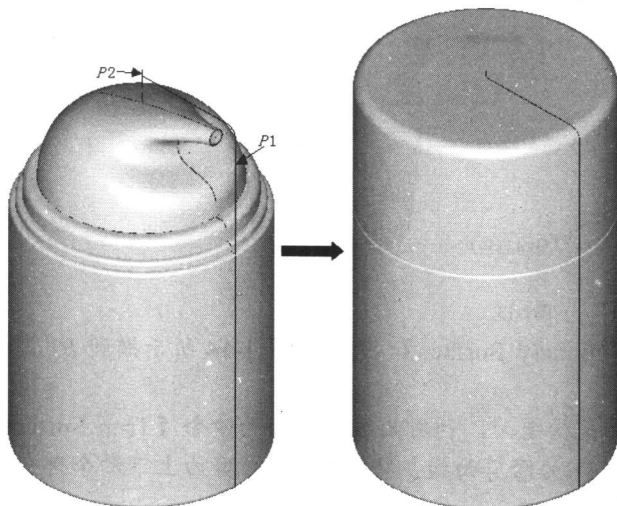

图1-10
3. 利用旋转曲面命令【Create Revolved Surfaces】, 选择如图 1-10 所示旋转截面 $P1$ 和旋转中心轴 $P2$ 产生旋转曲面。